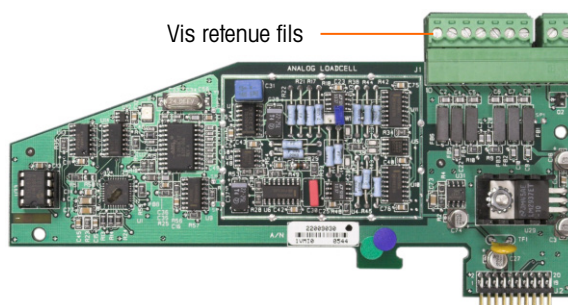
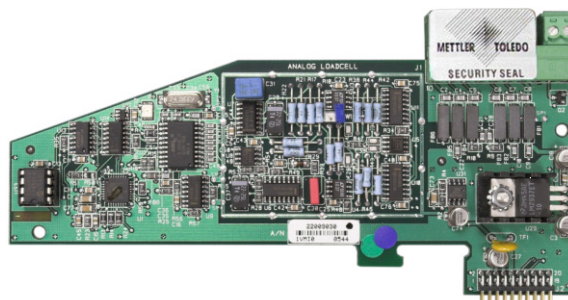

Figure 2-114 : Connexions de la carte d'option non protégée
Figure 2-115 : Sceau de sécurité installé
3. Pour protéger le(s) câble(s) d'interconnexion du capteur (connecté(s) aux cartes d'options), un sceau de sécurité doit être placé sur chaque connecteur pour éviter qu'ils ne soient enlevés ou déconnectés. Le sceau empêche également l'accès aux vis de fixation des fils (voir la Figure 2-114). La Figure 2-115 montre un sceau en place.